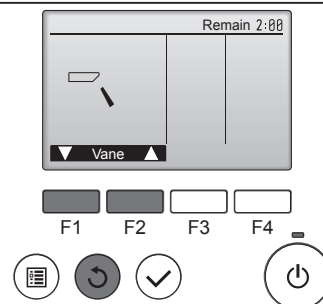

Fig. 7-4
- 2 Premere il pulsante [SCEGLI] per visualizzare lo schermo di funzionamento dei deflettori, quindi premere i pulsanti [F1] e [F2] per verificare il deflettore automatico. (Fig. 7-4)